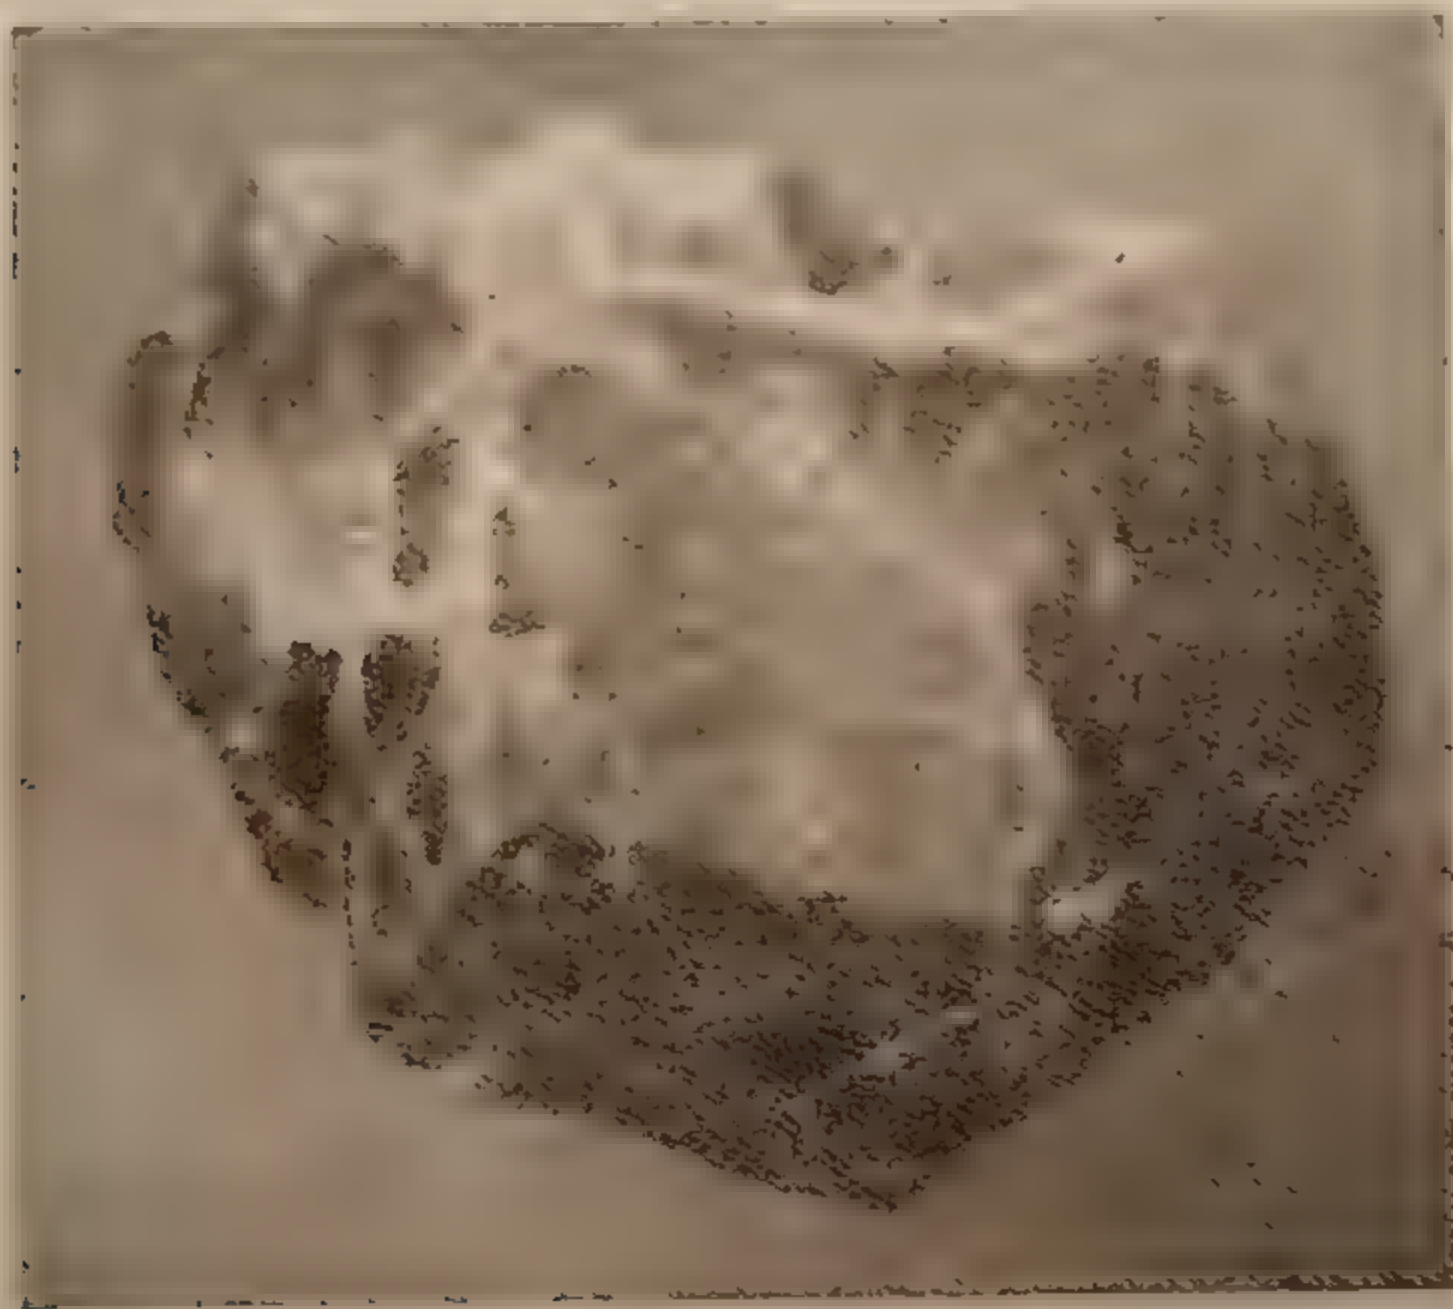

FIG. 154. - Magnetite in cristalli rombododecaedri.
(1) Dal greco *aima* = *sangue*, pel suo color rosso sangue quando è in polvere.
**Magnetite.** — *Ossido ferroso ferrico*  $\text{FeO} \cdot \text{Fe}_2\text{O}_3$ . Sistema *monometrico* (fig. 154).
**Limonite (1).** — *Sesquiossido di ferro idrato*  $2\text{Fe}_2\text{O}_3 \cdot 3\text{H}_2\text{O}$ .